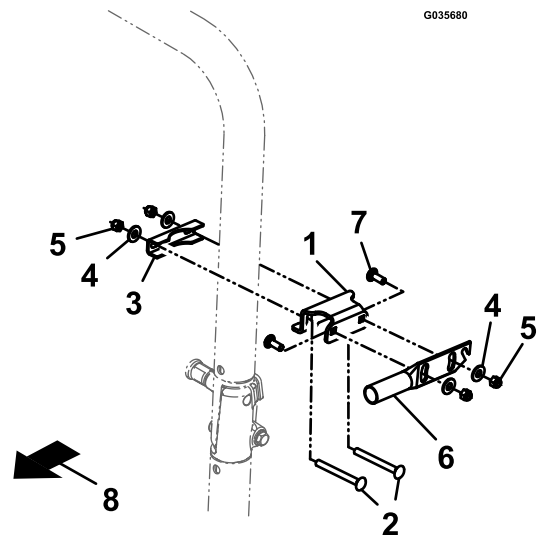

Figure 6
- A. Fixez le support de l'arceau avant au collier de profilé extérieur à l'aide de deux vis (3/8-16 x 1 po), deux rondelles plates et deux écrous Nyloc (3/8 po), comme montré à la Figure 6.